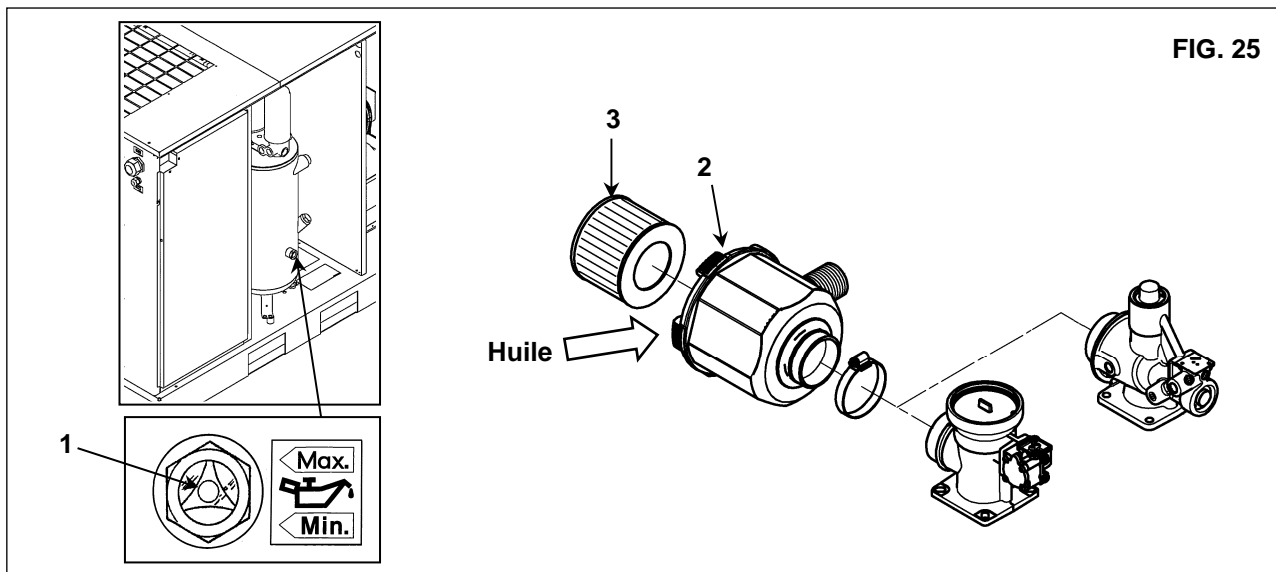

FIG. 25
Contrôler le niveau d'huile Réf. 1 Fig. 25; la machine est fournie avec le plein d'huile; si le niveau d'huile n'est pas comme prévu, le compléter avec de l'huile identique à l'huile originale.
- Enlever le couvercle Réf. 2 Fig. 25.
- Enlever le filtre air Réf. 3 Fig. 25.
- Remonter le filtre air Réf. 3 Fig. 25.
- Remonter le couvercle Réf. 2 Fig. 25.